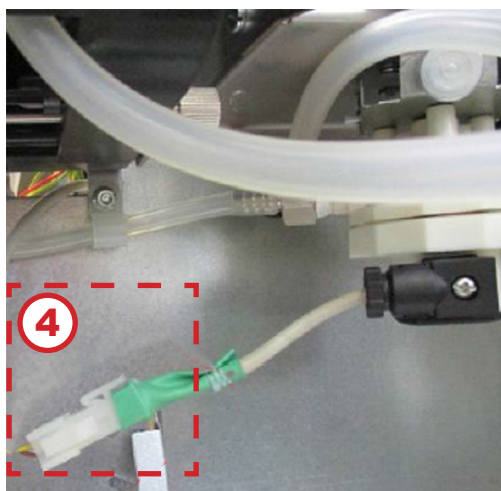

Рисунок 9
5. Отключите разъём (4) (см.рис.9).